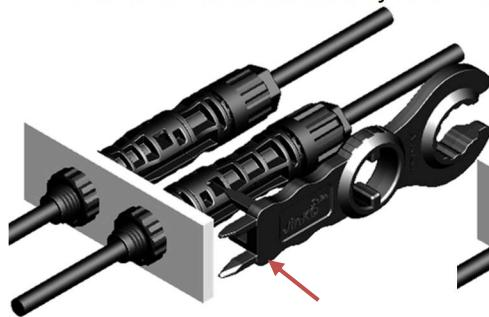

Figure 23
- ✧ 使用组装工具(类似 JKT-07)带有插销的一端插入连接器的卡扣位置 (如图 23)。
Insert the forks into the buckle of the connector by the assembly tool such as tool JKT-07(Fig. 23).